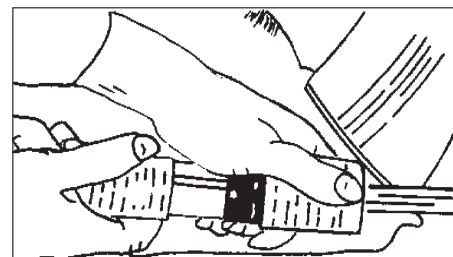

Figura 5
2. Asegúrese de que el interruptor de control esté ajustado en "OFF" (Apagado). Para la posición "OFF" (Apagado), el interruptor se mueve hacia el lado del operador. Vea la marca en el interruptor. Conecte el cable de alimentación al cable eléctrico del motor. (Figura 5)